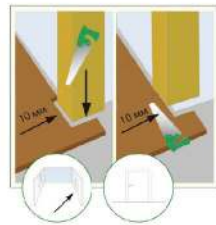

Рисунок 18
19. При ремонте дверные коробки необходимо устанавливать в самую последнюю очередь. Если у Вас уже установлены дверные коробки, то необходимо сделать подпил таким образом, чтобы на ламинат не оказывалось давление и не было жесткого крепления к основанию (см. рис. 18).